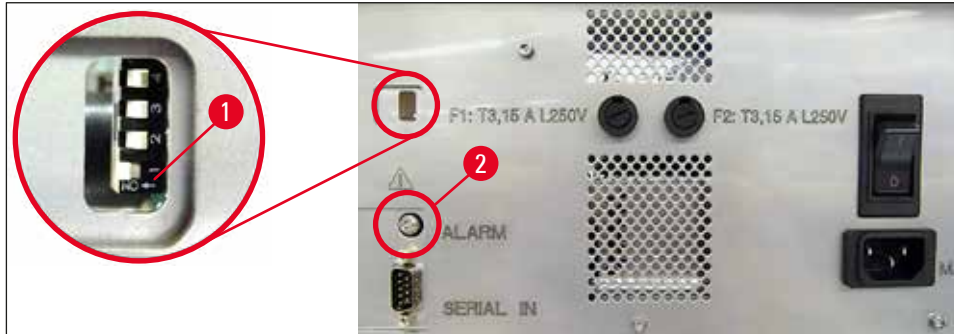

Fig. 45
- » Para desativar o sinal sonoro, empurre o interruptor na parte inferior (→ "Fig. 45-1") para a direita (→ "Fig. 45").